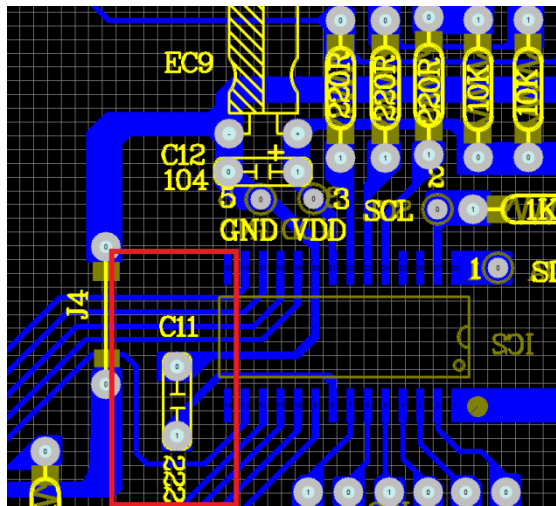
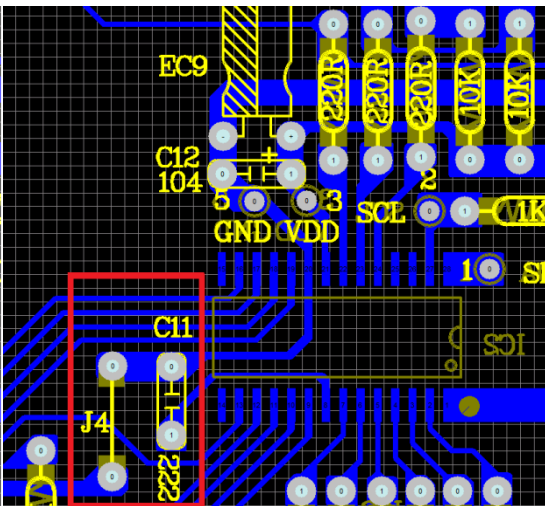

图 5 合理的走线方式
图 6 不合理的走线方式
- 2) 电容与芯片管脚 CAP 之间的走线尽量短，电容的另一端接芯片的 GND 或 VDD，进入电容后不应该再接到其它地方，防止外界干扰从此端引入。如图 5、图 6 所示：